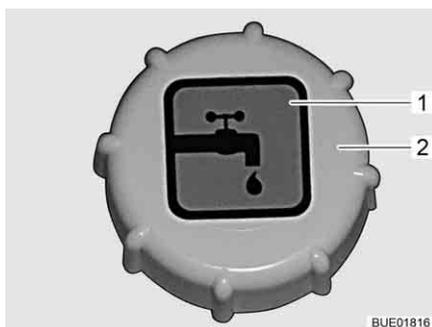

Fig. 226 Coperchio per bocchettone di riempimento dell'acqua potabile
Il bocchettone di riempimento dell'acqua potabile si trova nell'unità di servizio. Il bocchettone di riempimento dell'acqua potabile è contrassegnato dal simbolo "🔑" (Fig. 226,1).
- Ruotare il coperchio (Fig. 226,2) in senso antiorario e rimuoverlo.